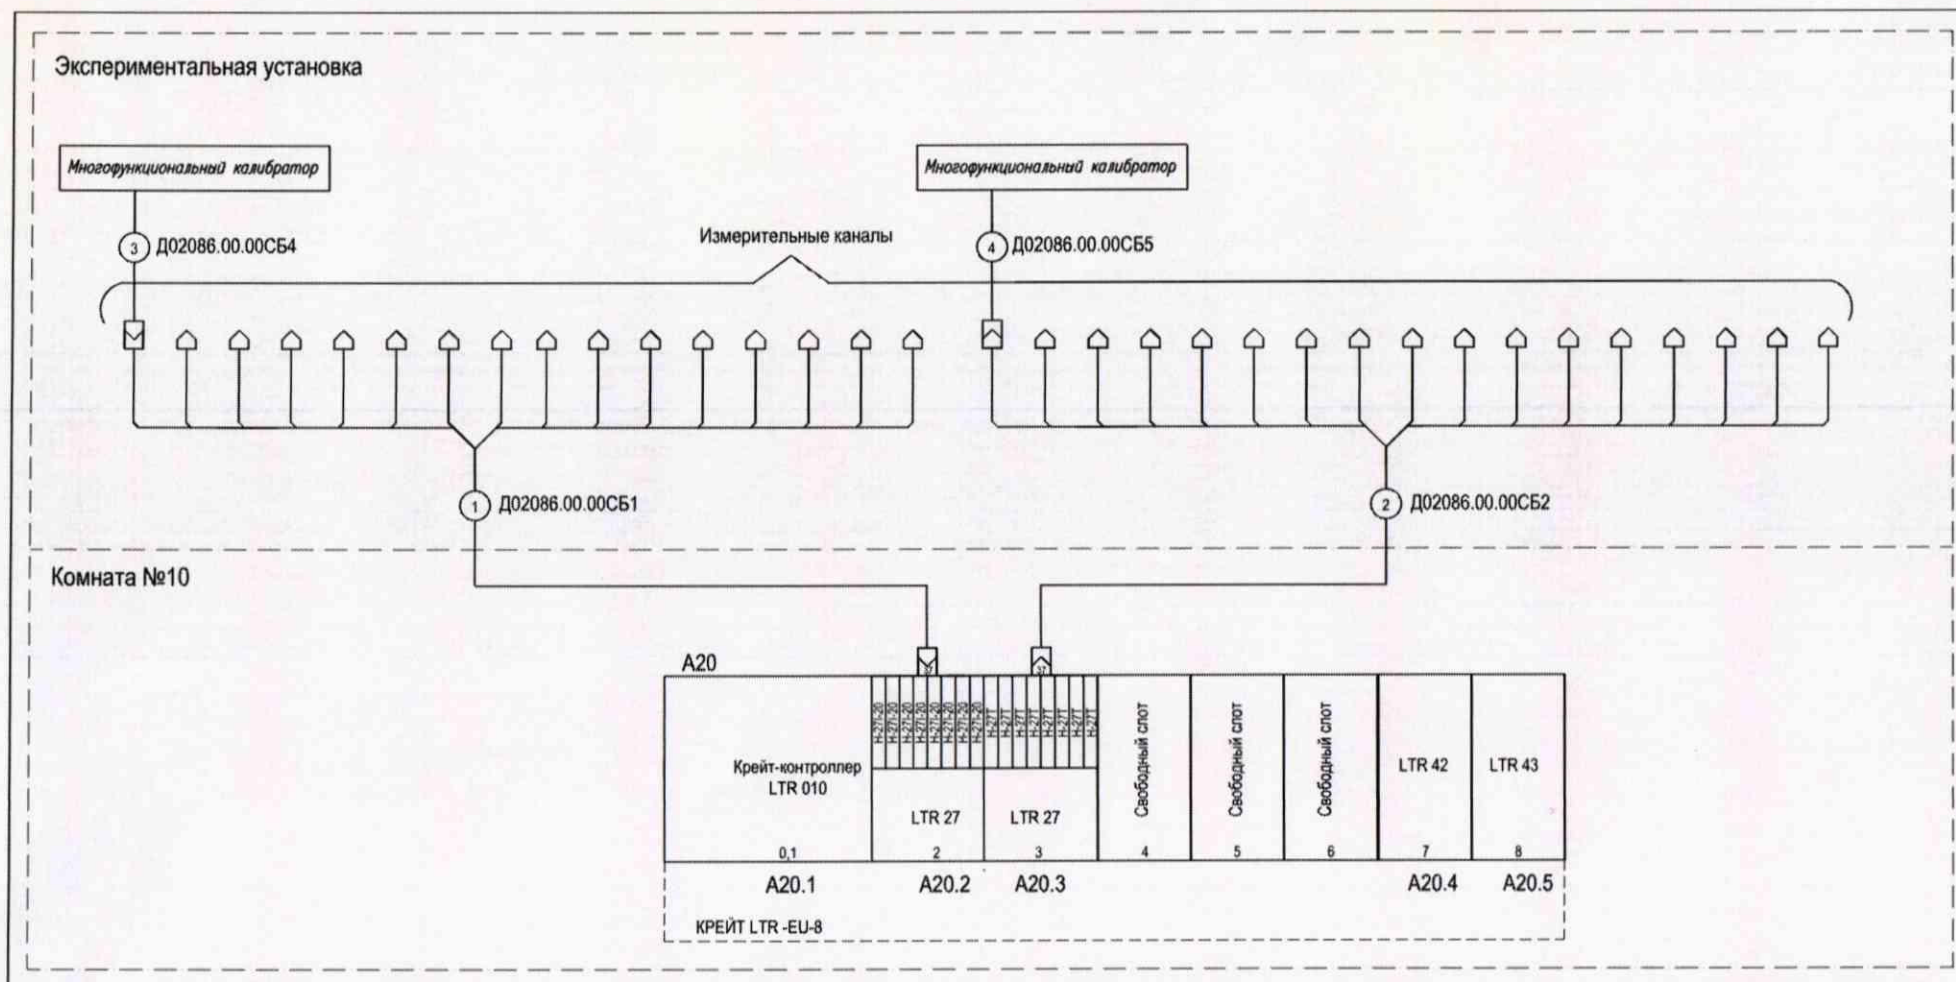

Рисунок 4.1 – Схема подключения ИК
4.7.2.2 Подключить кабели Д02086.00.00СБ1, Д02086.00.00СБ2, Д02086.00.00СБ4, Д02086.00.00СБ5 к ИВК «ЛУЧ» по схеме подключения ИК (рисунок 4.1).
4.7.3.5 Подключить FLUKE 5502E к последующим ИК, отображенных на схеме подключения ИК рисунок 4.1. Регистрацию вести согласно п. 4.7.2.4.2, 4.7.3.3, 4.7.3.4 руководства по эксплуатации Д02086.00.00РЭ.
4.7.4.1 Собрать схему подключения измерительных каналов в соответствии с рис.4.1 для определения абсолютной погрешности измерений напряжения постоянного тока в диапазоне от -25 до +75 мВ (частота опроса 100 Гц) ИК Ltr27 (Н-27Т) (количество ИК – 16).
4.7.4.5 Подключить FLUKE 5502E к последующим ИК, отображенным на схеме подключения измерительных каналов рисунок 4.1. Регистрацию вести согласно п. 4.7.2.4.2, 4.7.4.3, 4.7.4.4 руководства по эксплуатации Д02086.00.00РЭ.